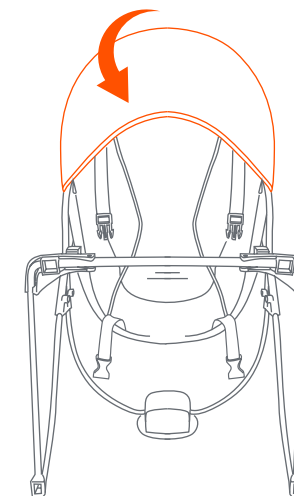

Fig. 9
- 9) • Slide the top of the seat pad over the backrest tube (Fig. 9).
- Deslice la parte superior de la almohadilla del asiento por encima del tubo del respaldo (Fig. 9).
- Faites glisser le haut du coussin de siège par-dessus le montant du dossier (Fig. 9).